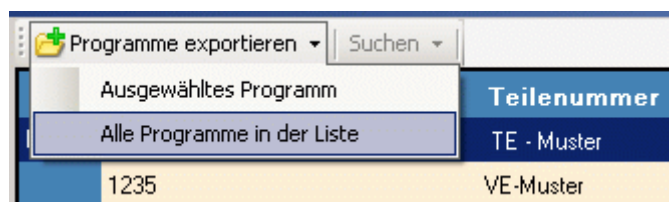

Abbildung 18: Programme export
19.1. Um Programme zu exportieren d. h. Programme mit den zugehörigen Bildern in ein Verzeichnis als Textdateien und Bilddateien abzulegen klicken Sie auf ‚Programme exportieren‘ in der Hauptanwendung wie in Abbildung 18.